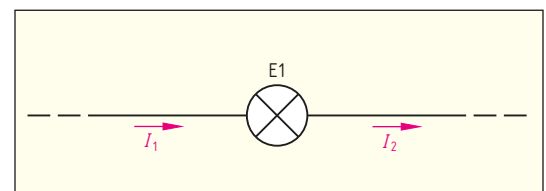

Bild 2: Stromstärke vor und hinter einem Verbraucher
- Vergleichen Sie die Stromstärke I_1 vor und die Stromstärke I_2 nach dem Verbraucher (**Bild 2**). Begründen Sie Ihre Antwort.